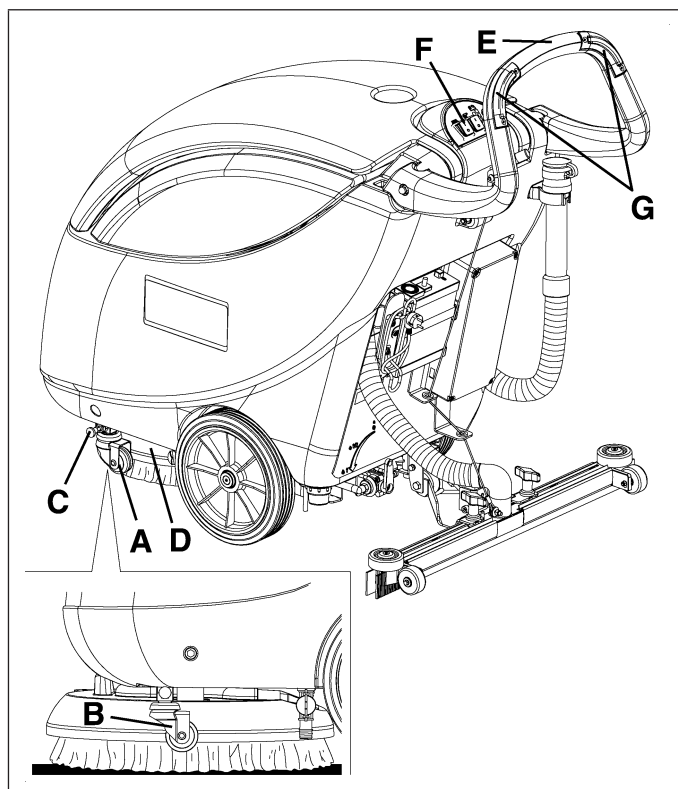

Figure 12
3. Désactiver le dispositif de stationnement (A, Fig. 12) en le positionnant sur (B) après avoir actionné la goupille correspondante (C).
4. Soulever la couverture de la brosse (D, Fig. 12) en faisant lever le levier sur le guidon (E).
6. Baisser la couverture (D, Fig. 12) au moyen du guidon (E).
7. Positionner l'interrupteur de la brosse (F, Fig. 12) sur "I", puis appuyer l'un ou les deux boutons-poussoirs (G) pour permettre l'accrochage de la brosse/plateau support disque.